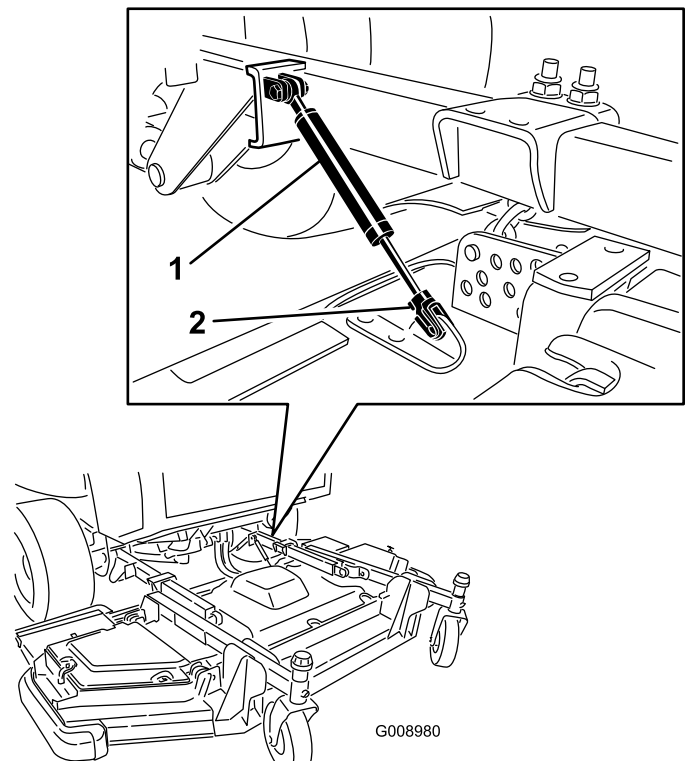

Figura 91
2. Retire el clip de retención, y desconecte el amortiguador de la unidad de corte (Figura 91).